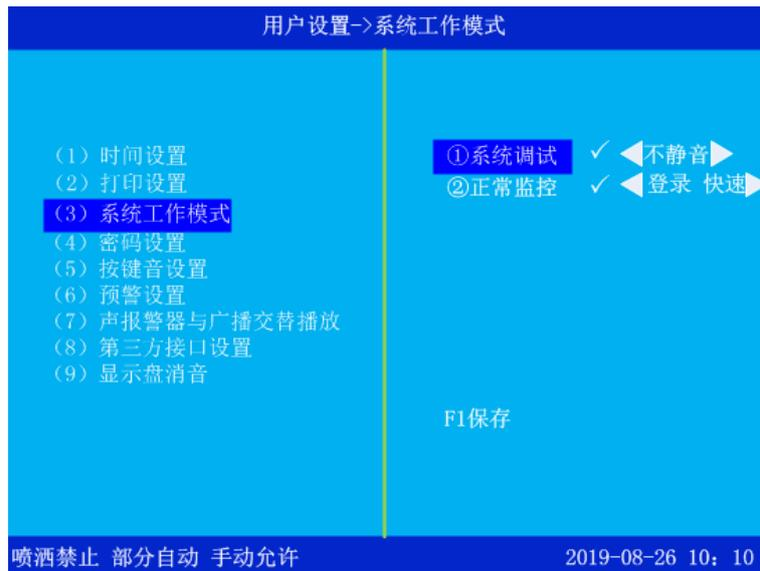

图 4-21
按下数字 3 键或光标移至 3 后按回车键, 可进入系统工作模式设置界面(图 4-21)。进入本界面后, 在系统工作模式中有①系统调试②正常监控。打了“√”表示保存后的系统工作状态, 按“▲”、“▼”键移动, 按“F2”键选上并保存。在系统调试模式下, 按左右方向键选择静音或者不静音。在正常监控模式下, 按左右方向键选择登录或者不登录。选择完成后需要按 F1 键保存。